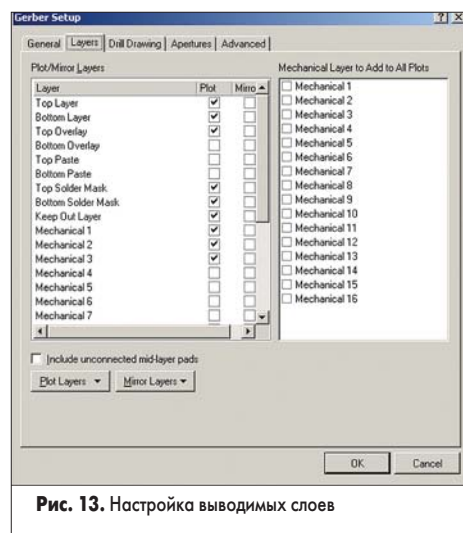

Рис. 13. Настройка выводимых слоев
4. Щелчком левой кнопки мыши перейдем на вкладку Layers (рис. 13).